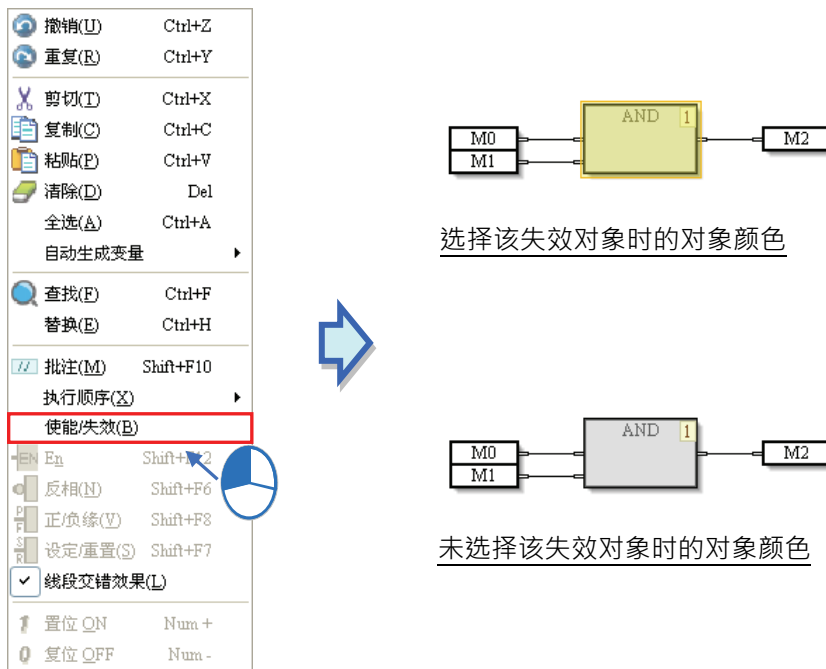

图 12-39 失效的物件
(2) 在跳出的快捷选单选择「使能/失效 (B)」，该对象会以暗色表示。如图 12-39。